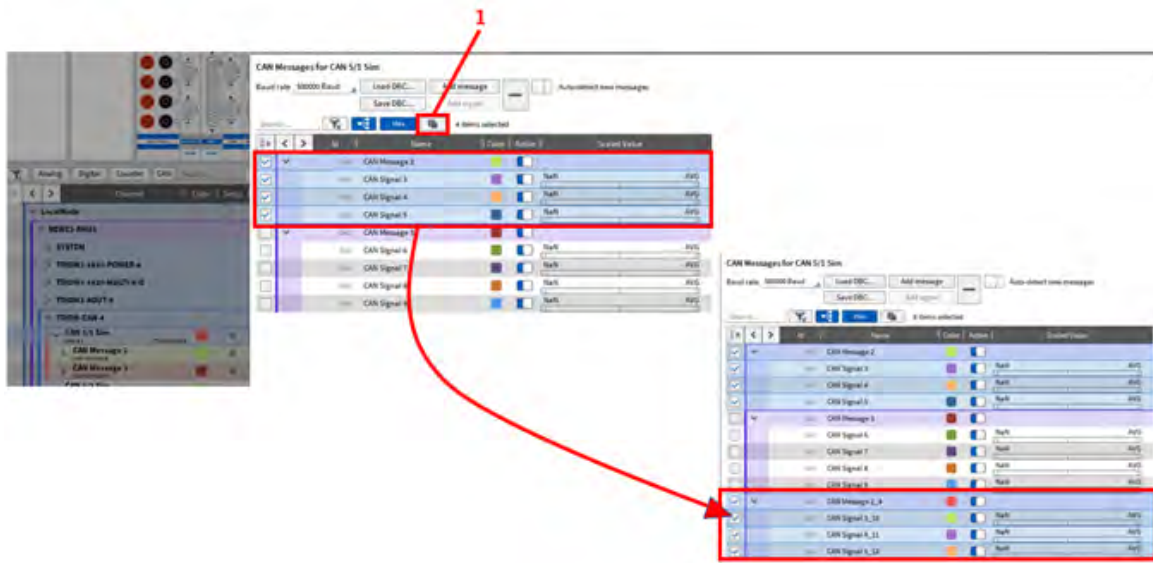

Fig. 4.53: CAN 信息和信号设置 (2)
- 通过按下按钮“1”（见 Fig. 4.53），标记的 CAN 报文和信号被复制并添加到包括设置在内的现有 CAN 报文和信号列表中。